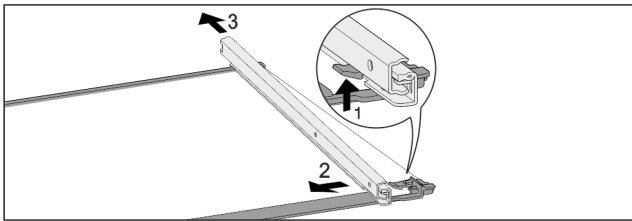

Fig. 104 Glasplaat met rails
- ▶ Voorste vergrendelhaak naar boven duwen. Fig. 104 (1)
- ▶ Uitschuifrail naar de zijkant Fig. 104 (2) en naar achteren Fig. 104 (3) wegschuiven.